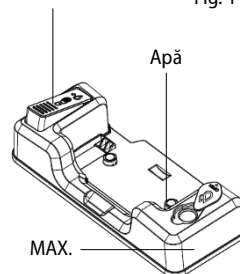

Fig. 2
2. Înainte de utilizare, eliberați capacul rezervorului de apă și umpleți rezervorul cu apă distilată (Fig. 2). Respectați nivelul maxim al apei potrivit semnului MAX situat pe partea laterală a rezervorului de apă (Fig. 2).
3. Pentru șterge, umeziți textilul de curățare (17) prin apăsare repetată a pompei de apă de pe rezervorul de apă. Pentru o curățare mai eficientă, este recomandat să umeziți textilul înainte de utilizarea acestuia.